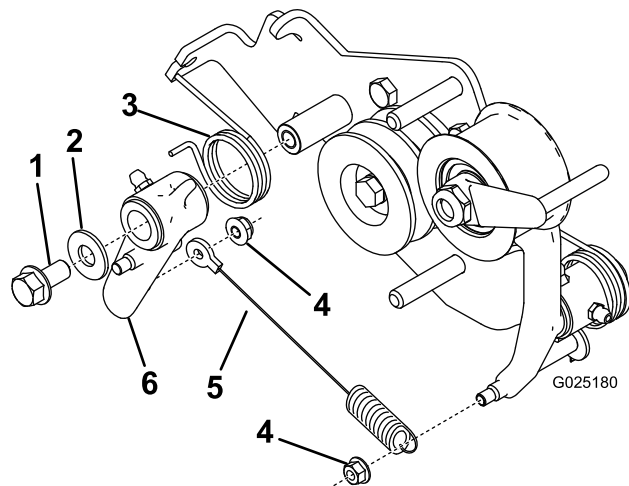

Figure 3
5. Attachez le câble de liaison existant au levier de déplacement et au levier d'embrayage au moyen de 2 écrous provenant de l'ensemble existant (Figure 3).